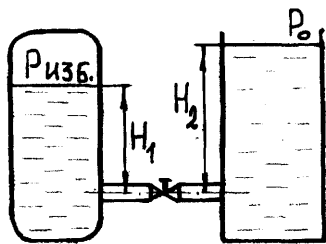

Рис. 13
23. Из напорного бака с избыточным давлением 0,35 МПа, перетекает вода в открытый резервуар по короткой трубе диаметром 30 мм, с расходом 4,1 л/с. Уровни соответственно в напорном баке и резервуаре 1,2 и 2,9 м, потерями на трение пренебречь. Определить коэффициент сопротивления крана. (рис. 13)